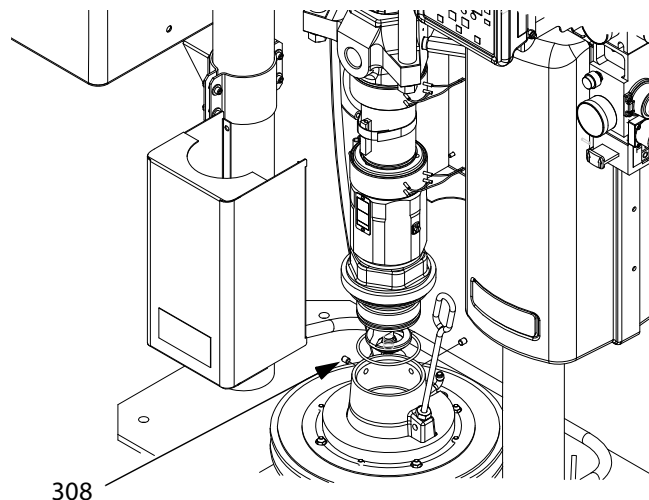

Рис. 42. Монтажный комплект для емкостей 20, 30, 60 литров
1. Поместите уплотнительное кольцо на воздухозаборник насоса. См. Рис. 42.
3. Прикрепите насос к опорной емкости с помощью винтов (308).